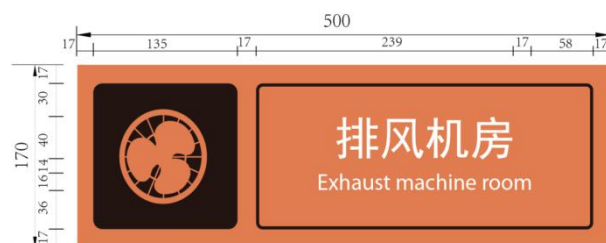
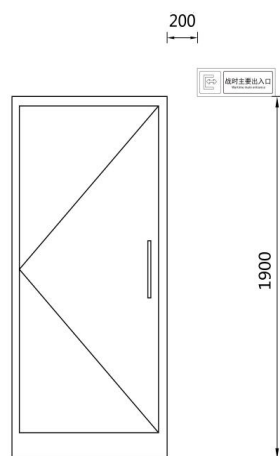

图 25 功能间标识样式及尺寸示例
图 26 功能间标识牌安装示例
4.4 功能间标识牌需安装在门框右侧。标识牌样式、尺寸示例及安装示例见图 25、图 26。